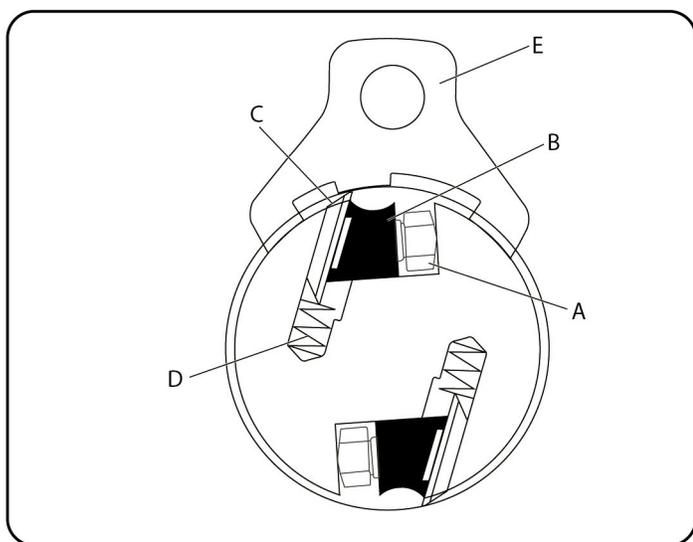

Fig.09
3) REMOVENDO AS FACAS DA PLAINA (Fig. 09)
4) INSTALANDO AS FACAS DA PLAINA (Fig. 09)